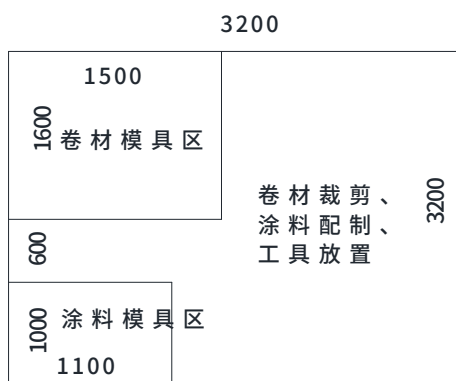

图 13 工位平面布置
(9) 工位面积及布置要求。工位应符合防水施工操作、模具工具摆放、材料裁剪等需要，长度及宽度不小于 3200mm×3200mm，工位平面布置见 (见图 13)。